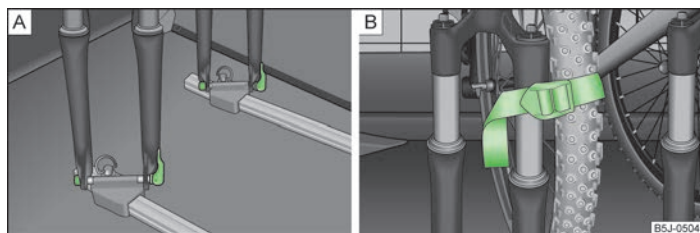

Fig. 58 Montar la bicicleta/ejemplo de fijación de la rueda delantera
- Colocar la horquilla de la bicicleta sobre el eje de fijación y apretarla mediante el tensor rápido » fig. 58 - **A**.
- Es mejor colocar la rueda delantera desmontada entre la biela del pedal izquierdo y el marco de la bicicleta, y fijarla mediante una correa a la horquilla delantera » fig. 58 - **B** o bien a uno de los elementos de sujeción.